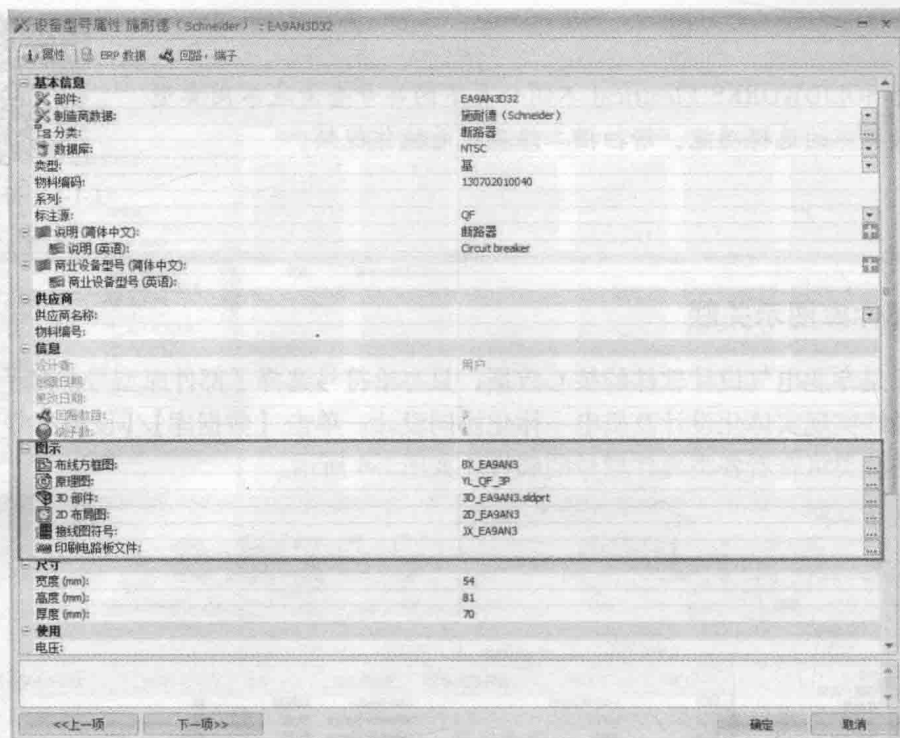

图 1-5 部件图示关联
双击选中的某部件型号, 弹出【设备型号属性】界面, 在【图示】选项中可以关联该部件型号对应的布线方框图符号、原理图符号、3D 部件符号、2D 布局图符号、接线图符号及印制电路板^①文件 (图 1-5)。